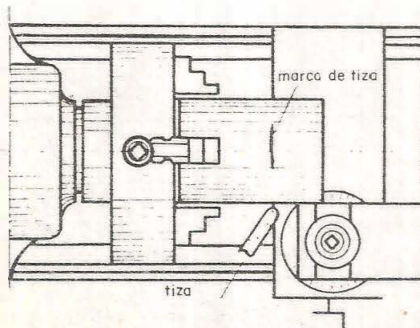

Fig. 6
2. En el caso de materiales en bruto, se puede hacer el centrado usando tiza. Para ello, monte el material, ponga en movimiento el torno a baja velocidad, aproximando la tiza, para marcar la región de la pieza que queda más apartada del centro (fig. 6); a continuación, proceder como fue explicado en el centrado con gramil.